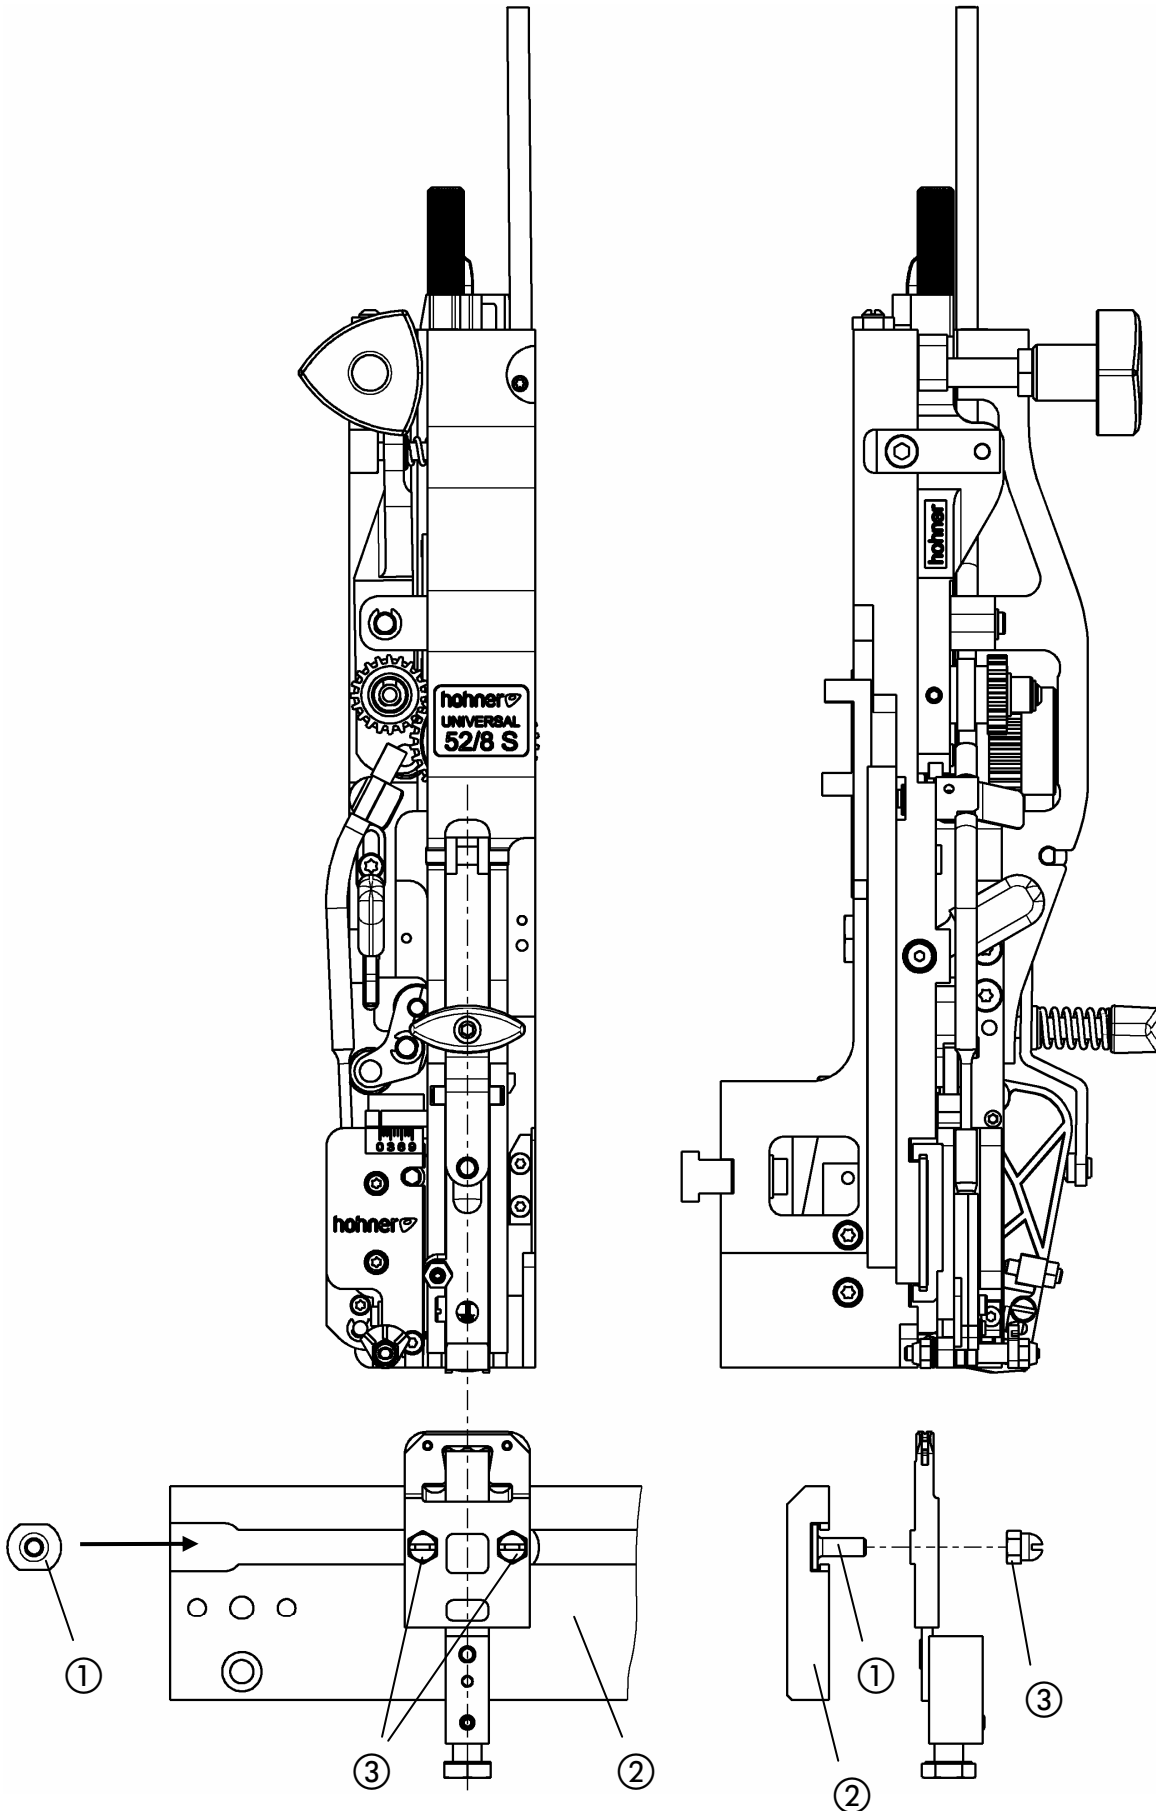

Fig. 7
- Fig. 7 -
- Introducir el tornillo con ranura ① (o taco de corredera) lateralmente en el alojamiento de la caja del remachador ②. Atornillar ligeramente la caja del remachador mediante los tornillos ranurados ① y las tuercas de apriete ③.
- Fijar la caja del remachador apretando la tuerca de sujeción ③ (o tornillo de sujeción).